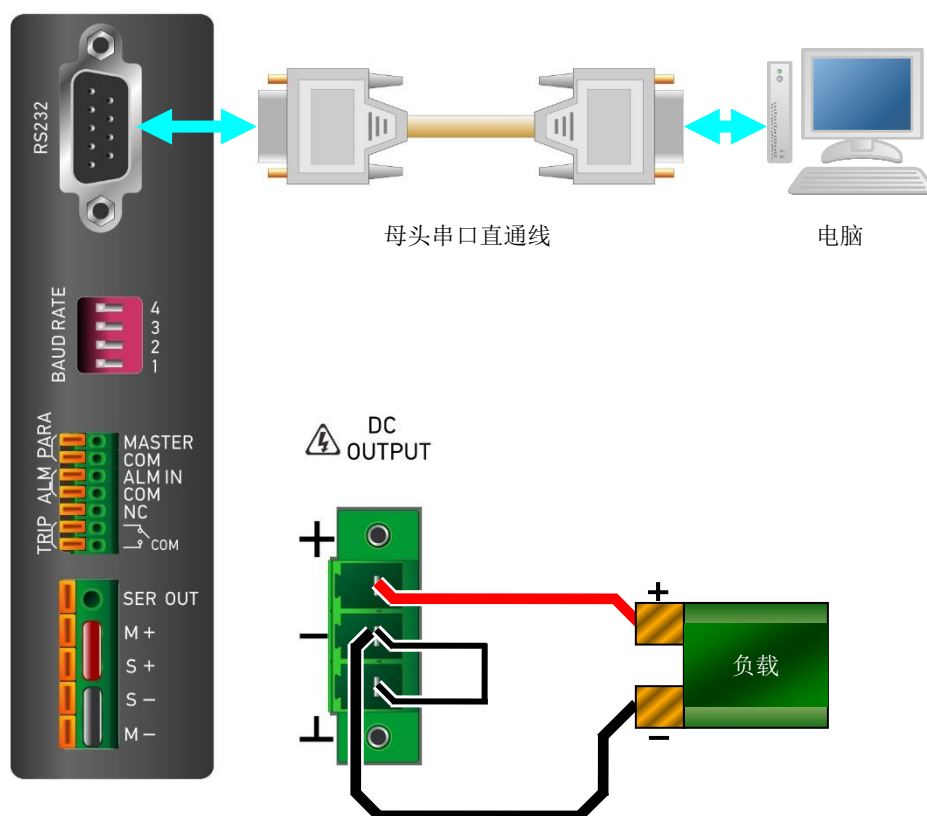

图 6-3 远端补偿接线图
3. 如图 6-3，连接负载
4. 如图 6-3，连接 RS232 通信电缆